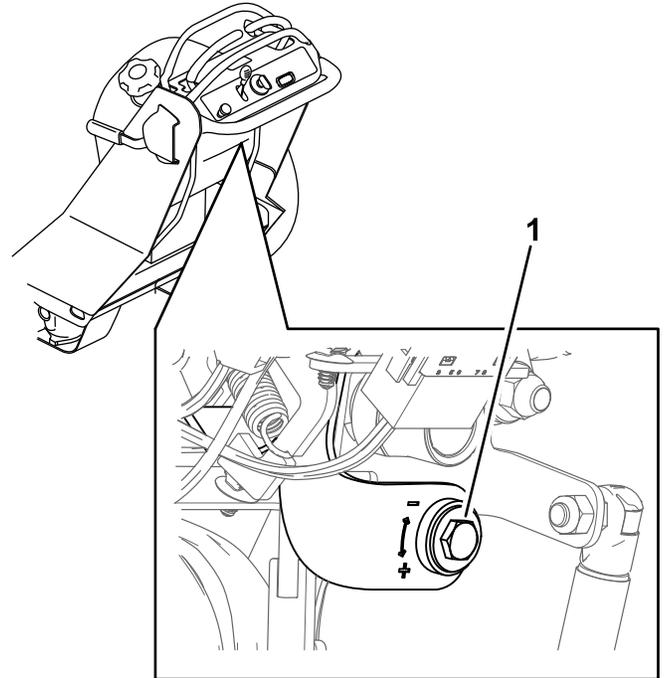

Figura 46
- Ruotate la vite di regolazione mostrata nella Figura 46 per aumentare o diminuire la velocità di quella leva.